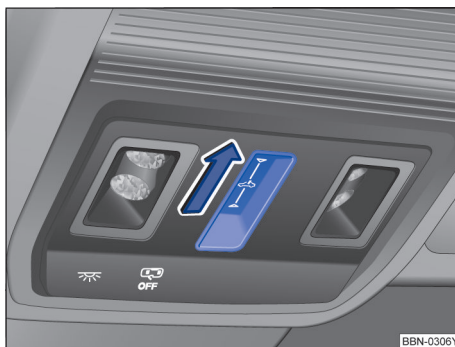

图 66 在顶篷中：打开天窗
- 手指在功能按键  凹槽内沿箭头方向快速向后滑动一下→图 66。